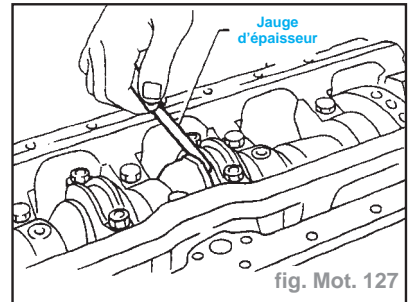

fig. Mot. 127
- Mesurer le jeu latéral de bielle (fig. Mot. 127) :